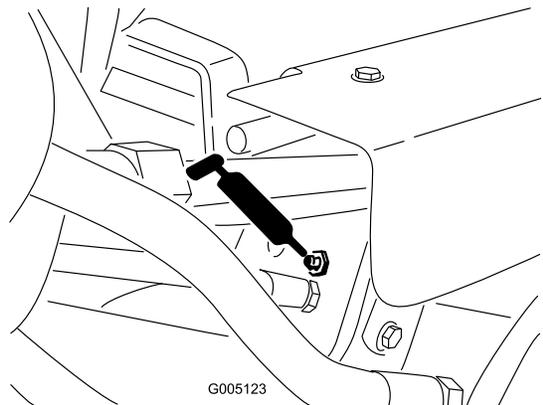

Figura 35
- Cilindros de elevación (3) (Figura 35)